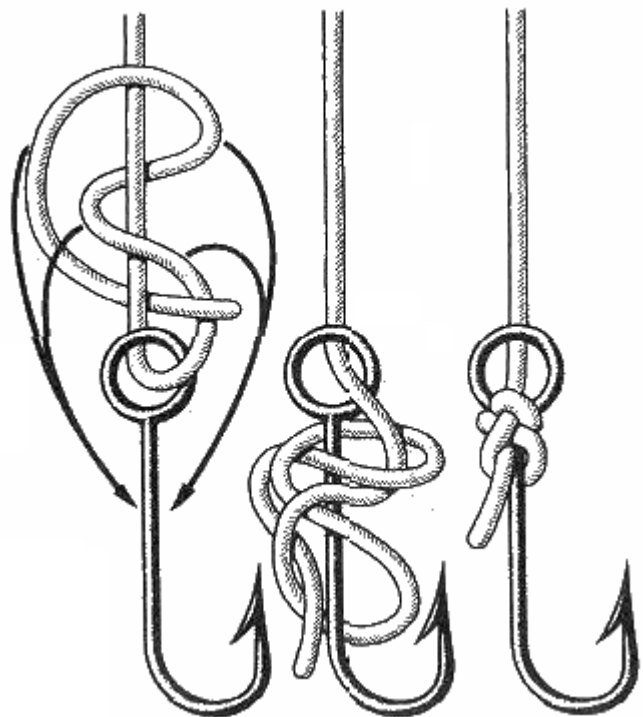

Рис. 128. Лососевый узел
**Лососевый узел** (рис. 128). Прежде чем затянуть, его нужно перекинуть на цевье крючка. Лососевый узел - один из самых прочных. Он надежно держит на любых лесках.